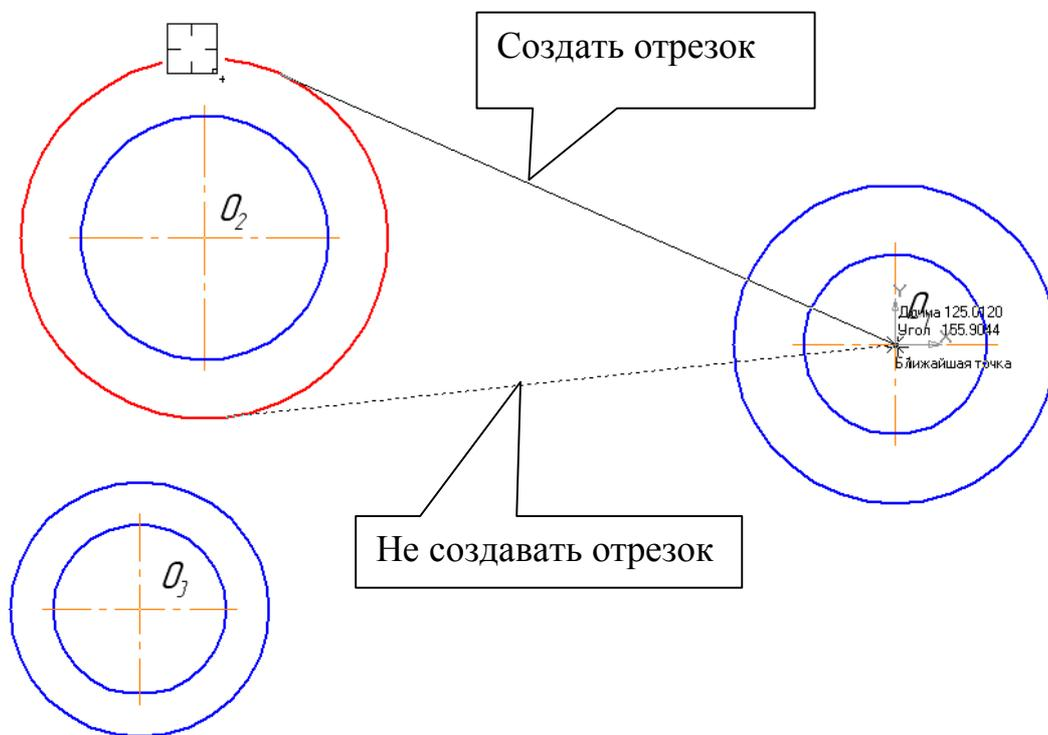

Рис. 76
3. Выполните касательную из точки с координатами (0, 0) к окружности, имеющей радиус 34 мм, рис. 76
3. Постройте отрезок, проходящий через центр O_1 касательно к окружности, имеющей радиус 34 мм. Для этого активизируйте команду **Касательный отрезок через внешнюю точку** . На запрос системы *Укажите кривую для построения касательного отрезка* курсором укажите окружность, рис. 76, на запрос системы *Укажите начальную точку отрезка* подведите курсор к началу координат. После срабатывания привязки **Ближайшая точка** зафиксируйте точку. Система создаст два варианта отрезка, удовлетворяющих заданным условиям. Верхний вариант будет отображаться сплошной линией, то есть будет текущим. Нижний вариант будет отображаться штриховой линией, то есть будет дополнительным. Щелчком на кнопке **Создать объект**  на панели специального управления создайте верхний (текущий) отрезок. Щелчком на кнопке **Прервать команду**  откажитесь от создания нижнего отрезка.